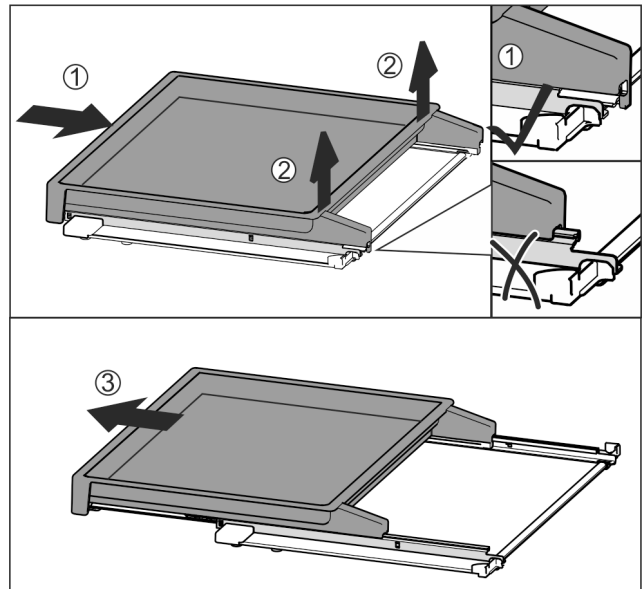

Fig. 154
- Insérer complètement la bordure télescopique Fig. 154 (1).
- La désenclencher à l'arrière Fig. 154 (2).
- Sortir la bordure télescopique par l'avant Fig. 154 (3).